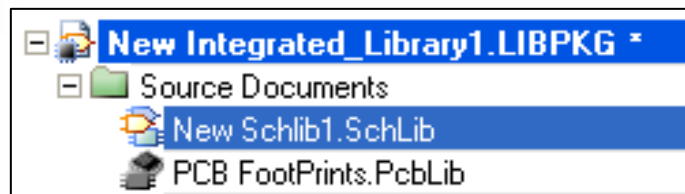

图5-39 库文件包包含的文件
4.检查库文件包New Integrated_ Library1.LibPkg是否包含原理图库文件和PCB图库文件如图5-39所示。